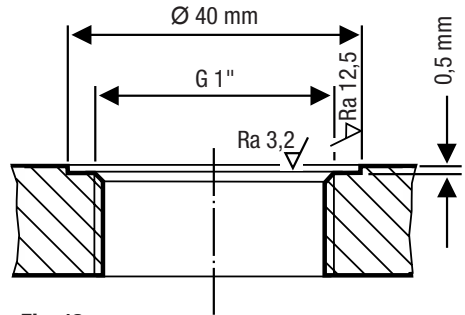

Fig. 12
- Assurez-vous que les surfaces d'étanchéité du raccord fileté du réservoir ou du couvercle sont parfaitement usinées, voir Fig. 12.
Les surfaces d'étanchéité doivent être usinées conformément à la Fig. 12 et techniquement parfaites.